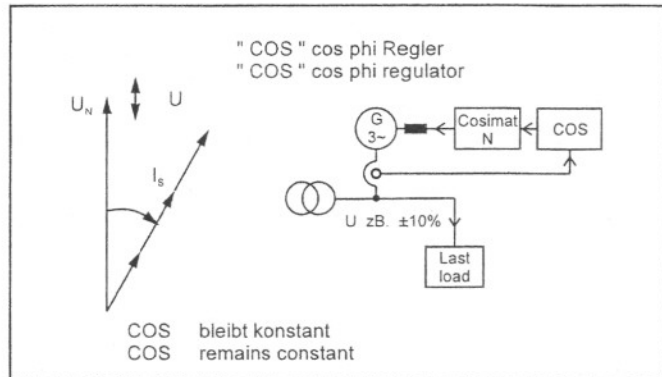

Рис.11 – Дополнительный блок COS
**(Рис.11 Дополнительный блок COS)**